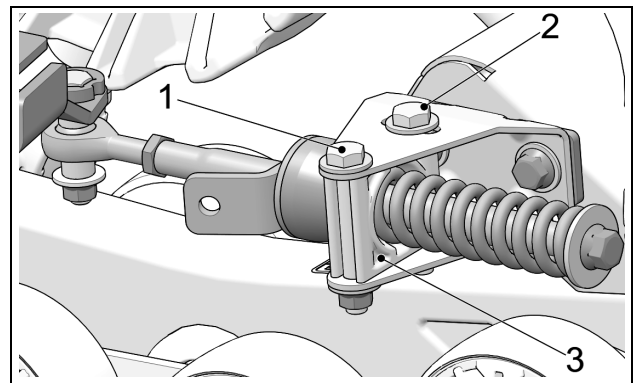

Abbildung 6
- Schrauben (1) und (2) des Verdrehsicherungsbügels lösen, damit die Verdrehsicherungs-Halterung (3) auf ihrer Achse gedreht werden kann. Siehe Abbildung 6.